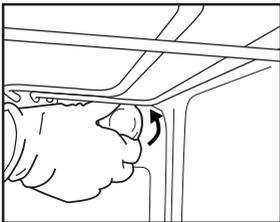
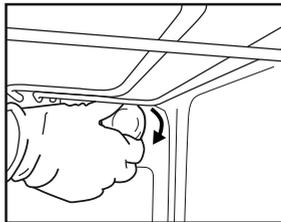

Рис. 6
Рис. 7.
2. Вкрутіть плафон (рис. 6), замінити лампочку (див. примітку щодо типу лампочок) і закрутіть плафон назад (рис. 7).